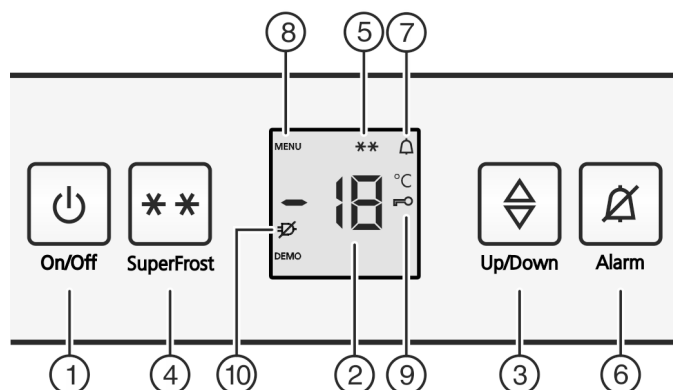

Fig. 2
- Stlačte tlačidlo On/Off Fig. 2 (1).
- Aktivácia režimu nastavenia: Tlačidlo SuperFrost Fig. 2 (4) stlačte na cca 5 sekúnd.
- ▷ Na indikátore sa zobrazí symbol Menu Fig. 2 (8).
- Tlačidlom SuperFrost Fig. 2 (4) krátko potvrdte.
- ▷ Na indikátore svieti symbol detská poistka Fig. 2 (9).
- Krátko stlačte tlačidlo On/Off Fig. 2 (1).
- ▷ Symbol detská poistka Fig. 2 (9) zhasne.
- Stlačte tlačidlo Alarm Fig. 2 (6).
Súčasne bliká indikátor teploty a symbol Alarm Fig. 2 (7).
Tónové varovanie automaticky stíchne, symbol Alarm Fig. 2 (7) zhasne a indikátor teploty prestane blikáť, ak je teplota opäť dostatočne nízka.
► Stlačte tlačidlo Alarm Fig. 2 (6).